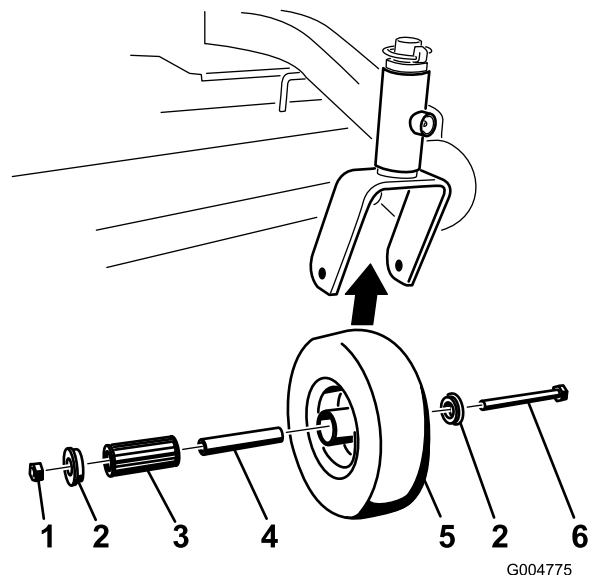

Figura 39
1. Retire a porca de bloqueio e parafuso da roda que prendem a roda giratória à forquilha da roda (Figura 39).
2. Retire um casquilho e, em seguida, empurre o casquilho de vara de ligação e rolamento de rolo para fora do cubo da roda (Figura 39).
3. Retire o outro casquilho do cubo da roda e limpe qualquer lubrificante e sujidade do cubo da roda (Figura 39).
Nota: Substitua qualquer peça com defeito ou desgaste (Figura 39).
Nota: Lubrifique o rolamento de rolo e casquilho de vara de ligação e deslize-os para o cubo da roda. Coloque o segundo casquilho no cubo da roda (Figura 39).
Nota: Aperte a porca de bloqueio até que a parte inferior do casquilho de vara de ligação encoste ao interior das forquilhas da roda giratória (Figura 39).